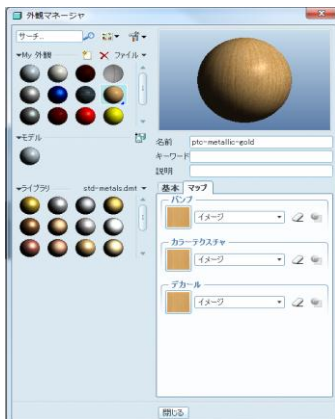

図 4-100 木目模様の完成
- ・ パンプ、カラーテクスチャー、デカールの 3 箇所とも同じファイルを開く図 4-100 に示す。